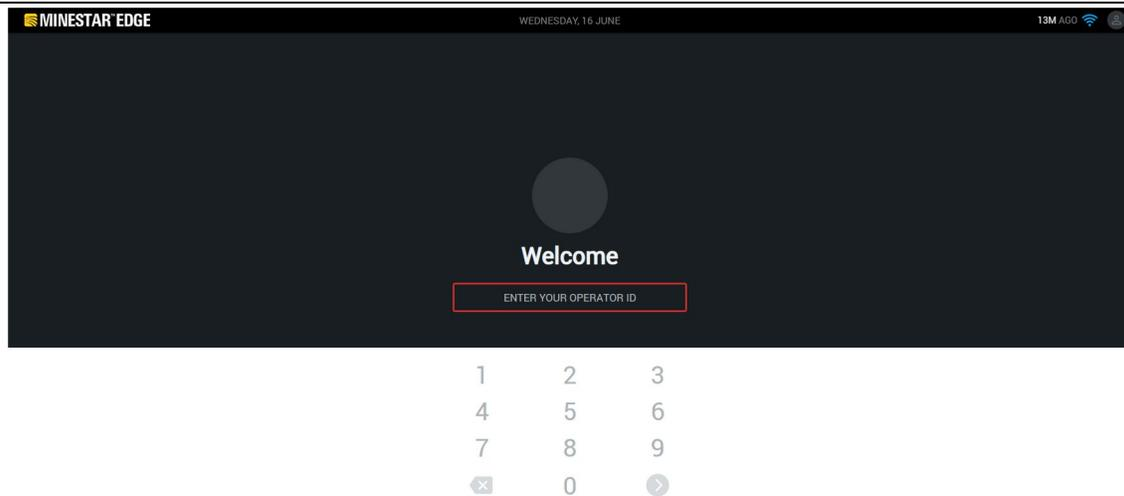

Abbildung 4
- Die Fahrer-ID mit der Popup-Tastatur anklicken und eingeben, wie in Abbildung 4 dargestellt.